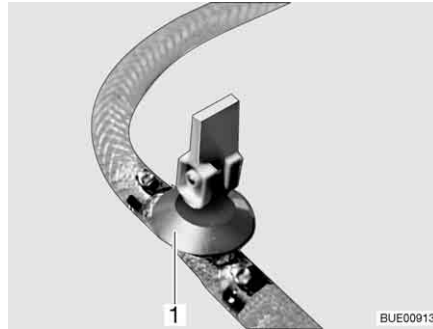
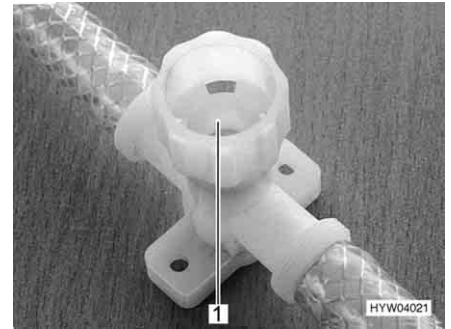

Bild 244 Ablasshahn (mit Kipphebel)
Bild 245 Ablasshahn (mit Drehkappe)
- Alle Ablasshähne schließen. Dazu den Kipphebel des Ablasshahns (Bild 244, 1) waagrecht stellen oder die Kappe des Ablasshahns (Bild 245, 1) im Uhrzeigersinn drehen.